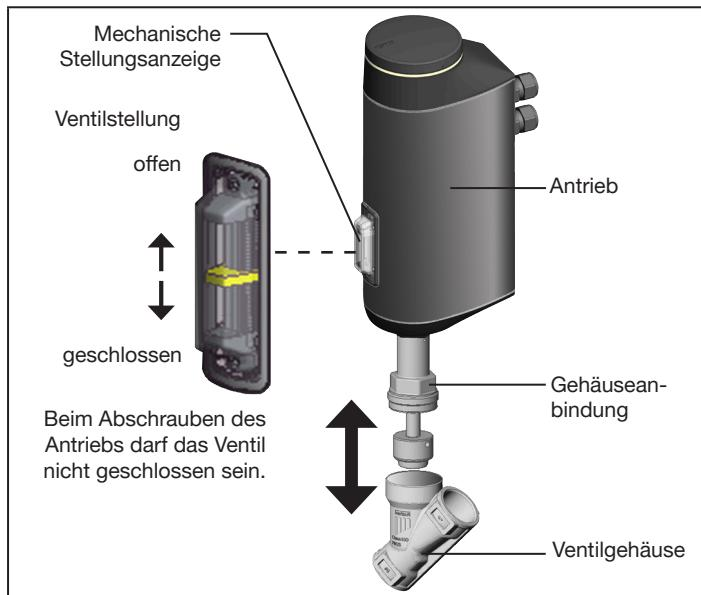

Abb. 8: Montage elektromotorischer Antrieb (Beispiel Schrägsitz-Regelventil)
- Das Innengewinde des Ventilgehäuses auf das Außengewinde der Gehäuseanbindung platzieren. siehe „Abb. 8“ auf Seite 76.